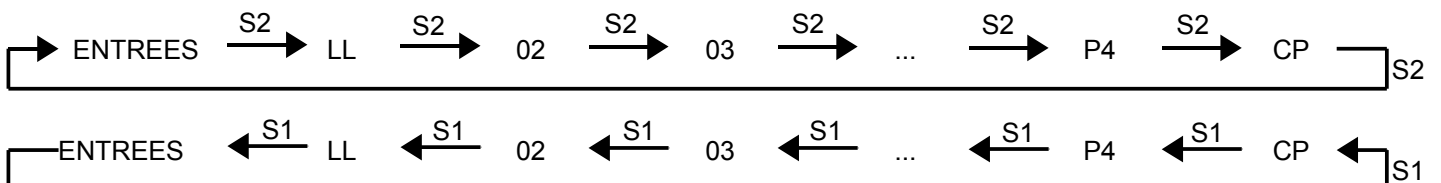

Figure 2
A partir du mode de visualisation des entrées, en appuyant sur les poussoirs S1 ou S2 on passe au mode de visualisation des paramètres (voir figure 2). Le paramètre est visualisé dans les deux premiers chiffres à gauche du display qui clignote, alors que la valeur du paramètre est visualisée dans les deux chiffres à droite du display, de manière fixe. A chaque pression du poussoir S2 on peut visualiser le paramètre suivant ainsi que sa valeur, du premier au dernier point. Avec le paramètre LL=0 nous pouvons visualiser seulement les paramètres de base, avec LL=1 nous pouvons visualiser tous les paramètres insérés. Après la visualisation du dernier paramètre (CP), une autre pression sur S2 fait revenir le display en mode visualisation des entrées, avec une autre pression on recommence la visualisation des paramètres. Avec le poussoir S1 on obtient la même fonction mais en sens inverse, du dernier point au premier.